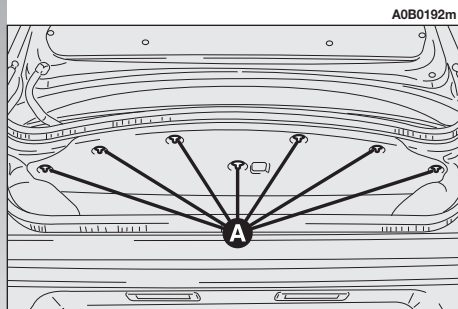

fig. 48
- Ruotare i bottoni di fissaggio (**A-fig. 48**) fino ad avvertirne lo sgancio ed abbassare il rivestimento.